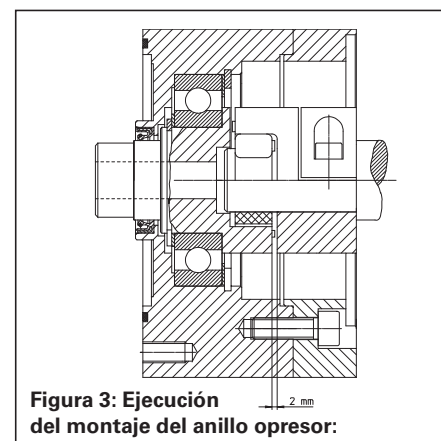

Figura 3: Ejecución del montaje del anillo opresor: 2 mm
- Medir la posición axial del buje del acoplamiento, mantener una distancia de 2 mm (véase la figura 3).
- Medir a posição axial do cubo de acoplamento, manter a distância de 2 mm (ver figura 3).